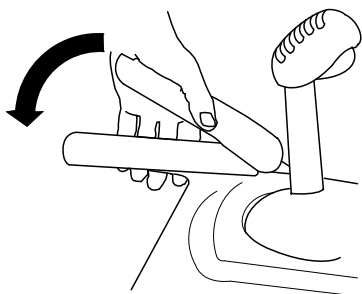

Figura 4
3. Aperte a alavanca esquerda (tração) para a pega (Figura 4).
6. Aperte a alavanca esquerda (tração) para a pega (Figura 4).